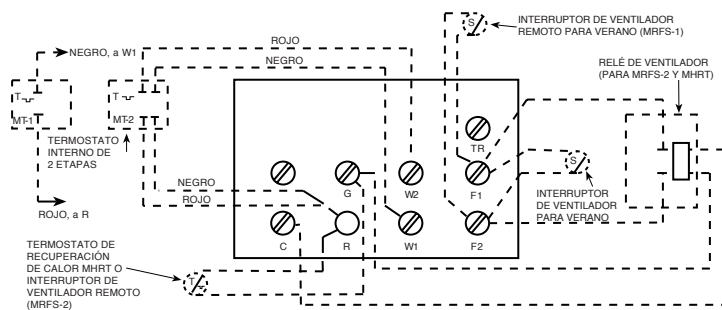

Figura 5. Bornera de control (para calefactores con contactor)
4. Para ver el diagrama de conexión de las unidades provistas de contactor interno (unidades de 7 kW y mayores), consulte la Figura 5. El cableado de control debe tener un calibre 18 AWG como mínimo.